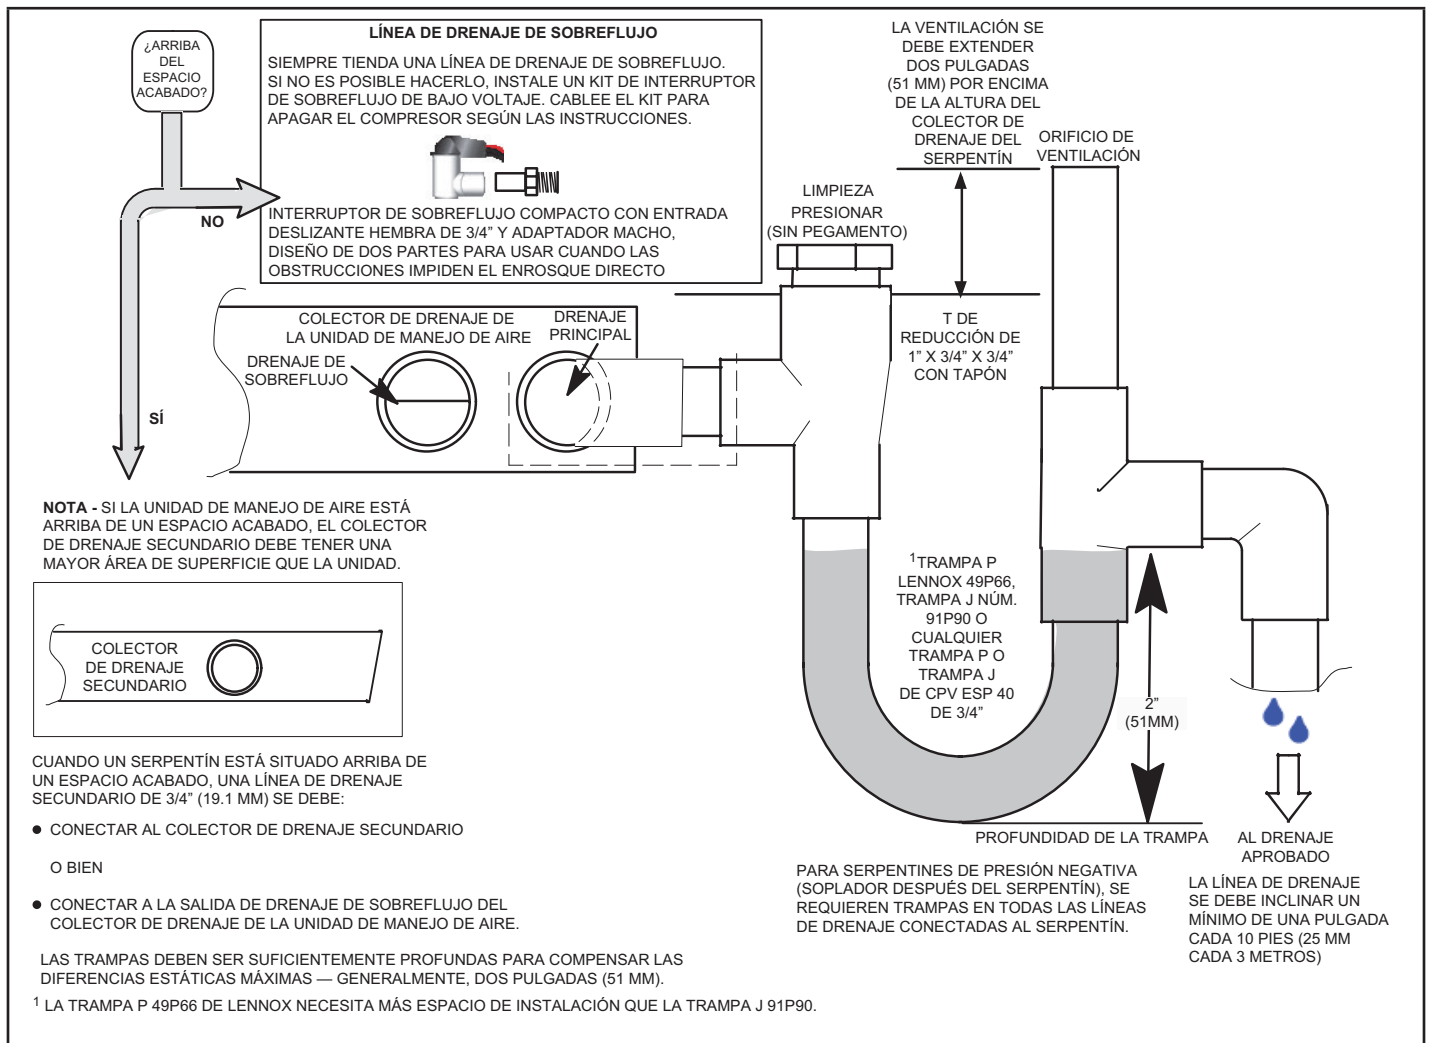

FIGURA 12. Drenaje típico principal y de sobreflujo
- 6 - Instale una trampa de 2 pulg. en las líneas de drenaje principales (primarias) lo más cerca posible de las unidades (ver la Figura 12). Asegúrese de que el extremo superior de la trampa esté debajo de la conexión al colector de drenaje para que el colector se drene por completo.